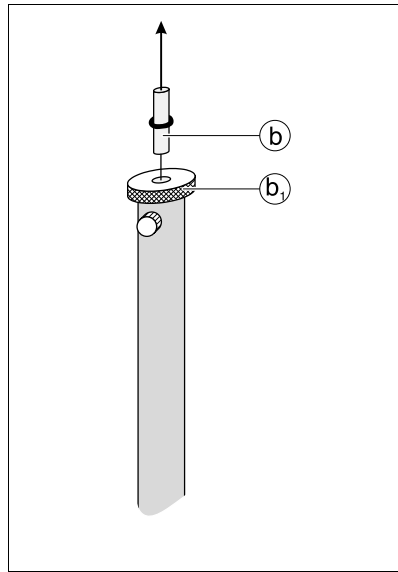
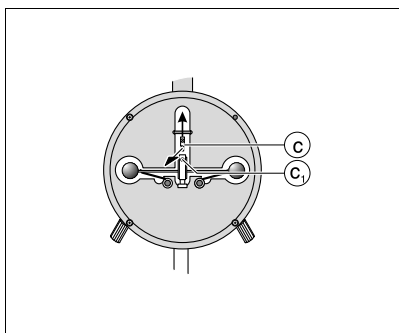

Fig. 8.3
Fig. 8.4
- Schraube (c₁) (Fig. 8.4) und - bei festgehaltenem Bandhalter (b) - Madenschraube (b₁) lösen und Bandhalter entnehmen (Fig. 8.3).
- Bei gerissenem Torsionsband Endstück (c) entfernen (Fig. 8.4).
- Loosen grub screw (b₁) while holding the band holder (b) tightly. Remove the band holder (Fig. 8.3).
- If the torsion band is broken, remove end piece (c) (Fig. 8.4).
Hierbei den Haltestift (b), Fig. 8.3 durch Festhalten vor dem Verdrehen sichern.
Vorsichtig den Haltestift (b), Fig. 8.3 herausziehen, dabei die Bewegung des hantelförmigen Pendelkörpers ⑤ beobachten (Fig. 2). Den Pendelkörper soweit anheben, bis sich die kleinen Bleikugeln in der Mitte der runden Fenster befinden. Ein Herausziehen des Haltestiftes bis der Pendelkörper anstößt, führt zum Reißen des Fadens.
Avant de commencer à dévisser, tenir la tige de maintien (b) (cf. fig. 8.3).
Sortir avec précaution la tige de maintien (b), (cf. fig. 8.3) tout en observant le mouvement du corps du pendule ⑤ en forme d'haltère (Fig. 2). Soulever le corps du pendule jusqu'à ce que les petites sphères en plomb se trouvent au milieu de la fenêtre circulaire. Si on tire la tige de maintien jusqu'à ce que le corps du pendule bute, le ruban de torsion va rompre.
Hold onto the band holder (b), Fig. 8.3, so that it does not twist.
Carefully withdraw the band holder (b), Fig. 8.3, and observe the motion of the dumbbell-shaped pendulum body ⑤ (Fig. 2). Lift the pendulum body until the two small lead balls are in the middle of the round window. If the band holder is withdrawn so far that the pendulum body makes contact, the torsion band will break.
Mantener fija el soporte de cinta (b), Fig. 8.3, para que no se tuerza.
Extraer cuidadosamente el soporte de cinta (b), Fig. 8.3, y observar el movimiento del cuerpo del péndulo ⑤ en forma de haltera (Fig. 2). Levantar el cuerpo del péndulo hasta que las pequeñas bolas de plomo se encuentren en la mitad de la ventana redonda. La cinta de torsión se rompe si se extrae el soporte de cinta hasta chocar el cuerpo del péndulo.